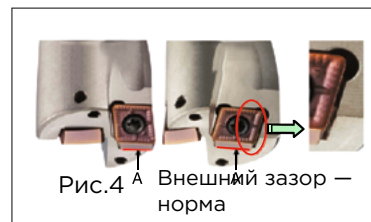

Рис.4
- При установке пластины в корпус сверла убедитесь, что между пластиной и внутренним углом кармана корпуса сверла нет зазора (рис. 4, A).